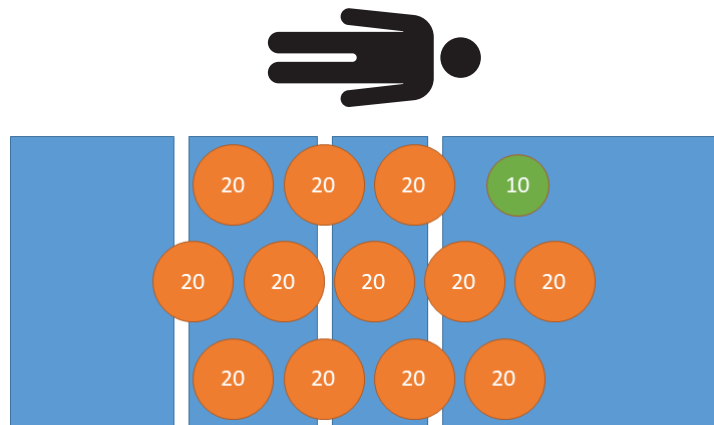

Figura 23 – Test delle prestazioni di pesatura - 250 kg
6. Utilizzando pesi calibrati, collocare 250 kg sul prodotto (Figura 23).